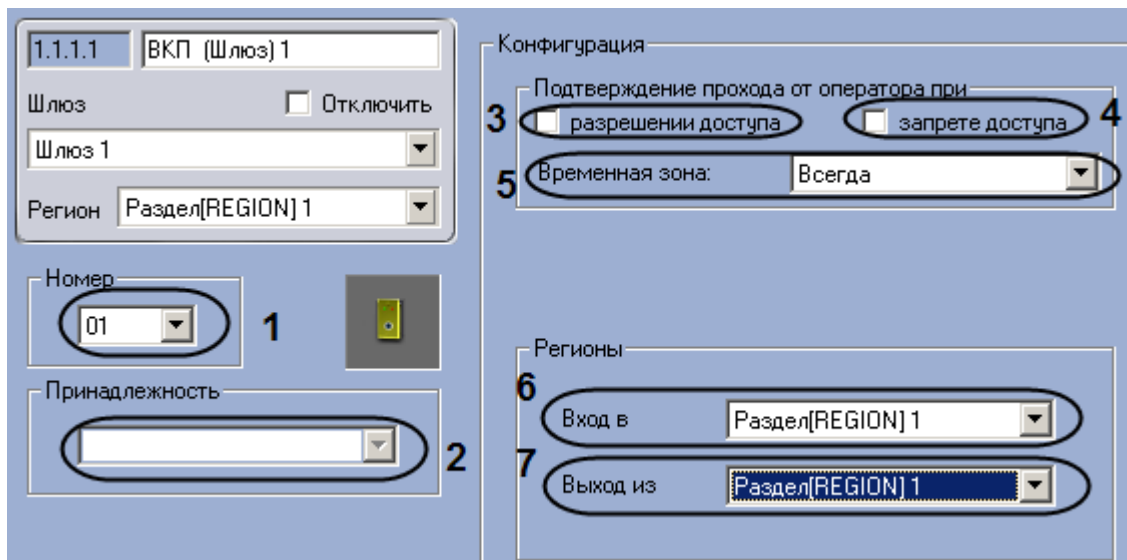

Рис. 3.4—24. Настройка ВКП шлюза
2. Выбрать аппаратный адрес ВКП шлюза из раскрывающегося списка **Номер** (см. Рис. 3.4—24, 1).
3. Выбрать объект **Зона охраны**, к которому относится данный ВКП, из раскрывающегося списка **Принадлежность** (см. Рис. 3.4—24, 2).